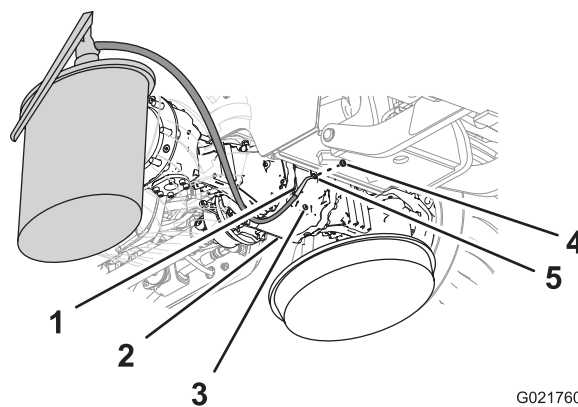
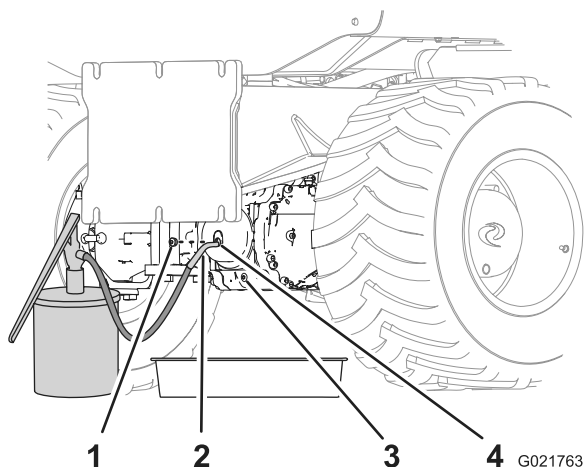

Рисунок 70
Рисунок 71
5. Установите одну из пробок в сливное отверстие (Рисунок 70 и Рисунок 71).
- Залейте масло указанного типа в картер ведущей шестерни через смотровое отверстие, пока масло не будет на уровне резьбы в нижней части отверстия (Рисунок 70 и Рисунок 71).
- Установите другую пробку в смотровое отверстие картера ведущей шестерни (Рисунок 70 и Рисунок 71).